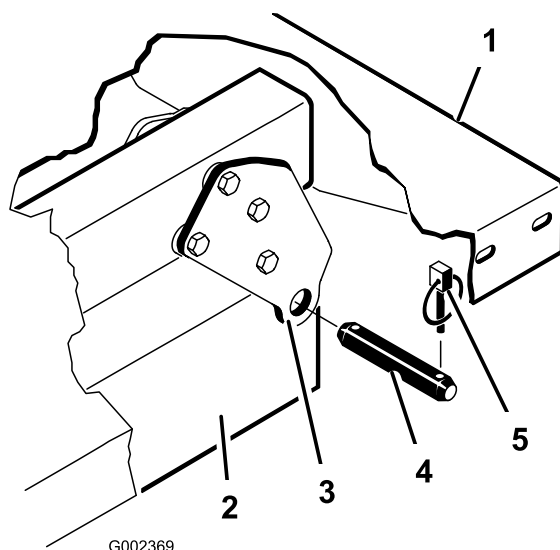

図 4
5. シリンダロッドの端部を荷台取り付けプレートのスロットに固定しているクレビスピンを外す (図 4)。
6. ピボットブラケットをフレームに固定しているリンチピンとクレビスピンを外す (図 4)。